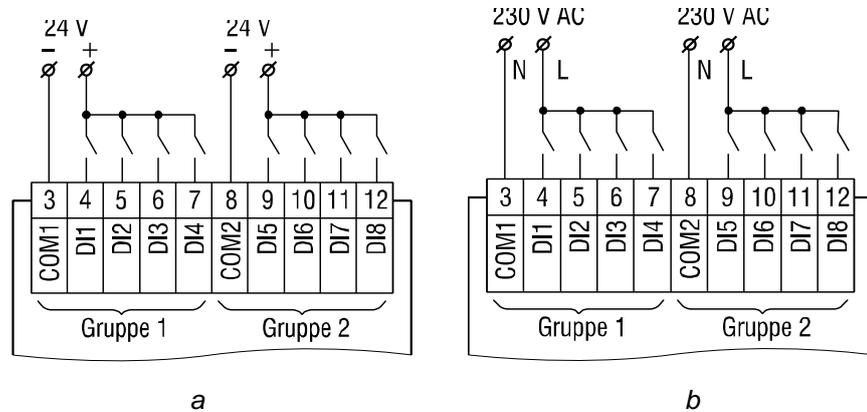

Fig. 7.2 Raccordement des contacts de commutation aux entrées numériques: a) PR200-24, b) PR200-230
- Les connexions électriques pour les entrées et les sorties sont illustrées aux figures 7.2 à 7.7.